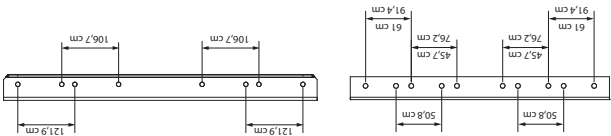

Figura 2 — Ubicación del Perno de Reborde en el Canal Superior
- Use los orificios proporcionados y cuatro pernos de reborde (A), sujete un lado del conjunto del canal (B) al tubo del circulador de aire. Repita en el otro lado.
- Coloque el canal superior (C) en los lados fijos de los conjuntos de los canales. Consulte la Figura 2 para ver la ubicación adecuada de los pernos de reborde según el tubo del circulador de aire. Fije con ocho pernos de reborde (A) y tuercas de reborde (D).
- Monte el circulador de aire a una estructura de acero estructuralmente adecuada con una carga de trabajo mínima de 68 kg (150 libras) : (modelos MAC-CM-S y MAC-CM-L) y de 79 kg (175 libras) (modelos MAC-CM-XL), con un perno de 5 grados (E), dos arandelas planas (F) y una tuerca Nylock (G).
- Fije el cable de seguridad (H) con retenes de cables (I) para protección contra caídas. Permita que el cable de seguridad esté lo suficientemente aflojado para permitir ajustes de inclinación en el circulador de aire.